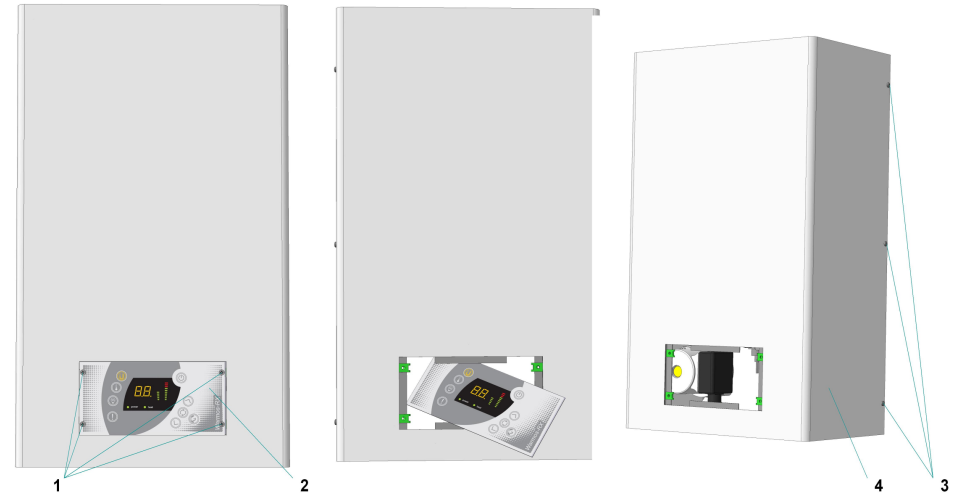

Рисунок 1. Внешний вид. Снятие кожуха.
Внешний вид изделия представлен на рис. 1.
- все токоведущие части прибора должны быть надежно закрыты. Запрещается работа прибора при снятом кожухе (5) рис.1.